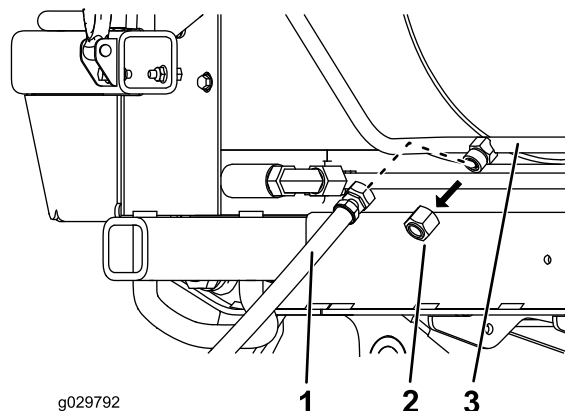

Figure 15
B. Vissez le flexible court sur la partie rigide (Figure 15).